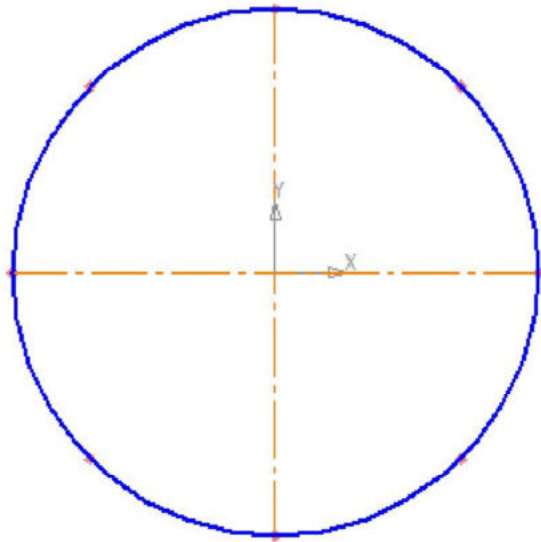

Рис. 2
- ☐ разделите окружность на 8 равных частей (начало деления верхняя точка пересечения окружности и вертикальной оси симметрии) – рис. 2;